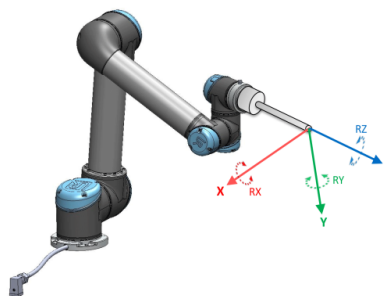

Figure 16.2: Деталь Инструмент (ЦТИ)
- Деталь инструмента определяется с помощью начальной точки в центре текущей ЦТИ (см. рис. 16.2)